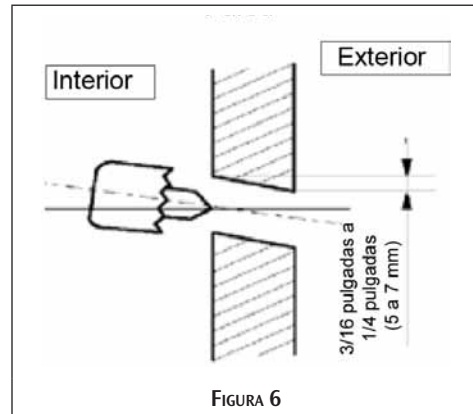

FIGURA 6
5. La manguera de drenaje debería instalarse con una ligera pendiente hacia abajo (vea la figura 6).